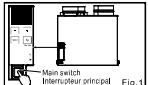

Fig.1
- Electric shock may result. Disconnect power by switching off main switch first, then unplug before working on unit when it is in default mode. (Fig.1)
- Risque de choc électrique. Coupez l'alimentation avec l'interrupteur principal d'abord, puis débranchez avant de travailler sur l'appareil lorsqu'il est en mode par défaut. (Fig.1)